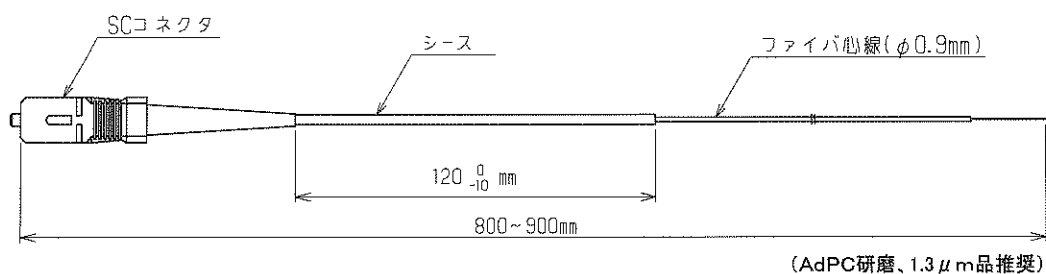

図 4-8 内部接続用ケーブル(融着)
(1) センタ側ケーブルと融着接続する場合
- ・ センタ側ケーブルと内部接続用ケーブルを融着接続する場合は、内部接続用ケーブルとして図 4-8 に示すケーブルを準備して下さい。